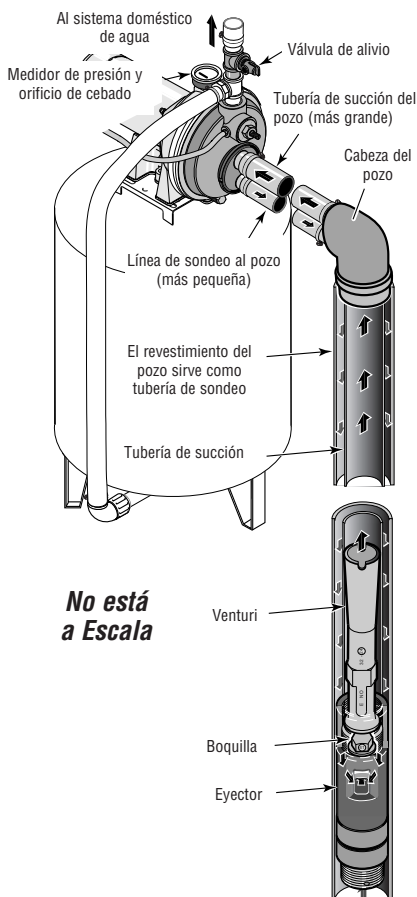

Figura 11: 2 pulg. (Tubo Sencillo) Pozo Profundo
Pozo de 2" (Figura 11)
3. Instale el kit de eyector FP4800 (se vende por separado), la tubería del pozo y el adaptador de cabeza del pozo de acuerdo con las instrucciones que vienen incluidas en el paquete del eyector. Vea la Figura 11. Utilice tubo galvanizado de caída con juntas invertidas para lograr un flujo adecuado. Siga las instrucciones incluidas en el kit para ajustar la boquilla y el venturi a las condiciones de su pozo.